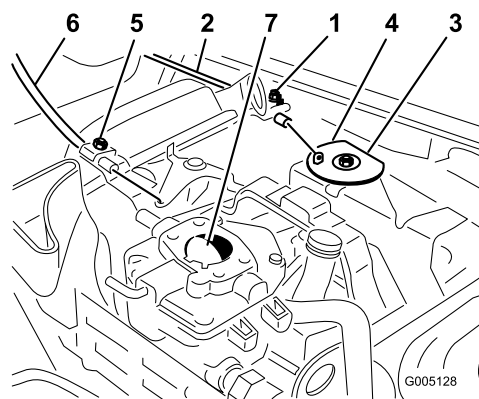

Figura 49
- Allentate la vite del serrafilo per cavi che fissa il cavo al motore (Figura 49).
- Tirate con forza il cavo dell'acceleratore finché il retro della parte girevole non viene a contatto con il fermo (Figura 49).
- Tirate con forza il cavo dello starter finché la farfalla dello starter non è completamente chiusa, quindi serrate la vite del serrafilo (Figura 49).